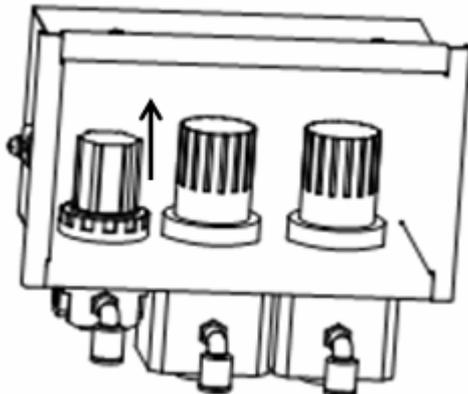

Рисунок 10-63 Регулятор давления -0,04 МПа
1. Поднимите ручку регулировки регулятора давления -0,04 МПа (Рисунок 10-63).